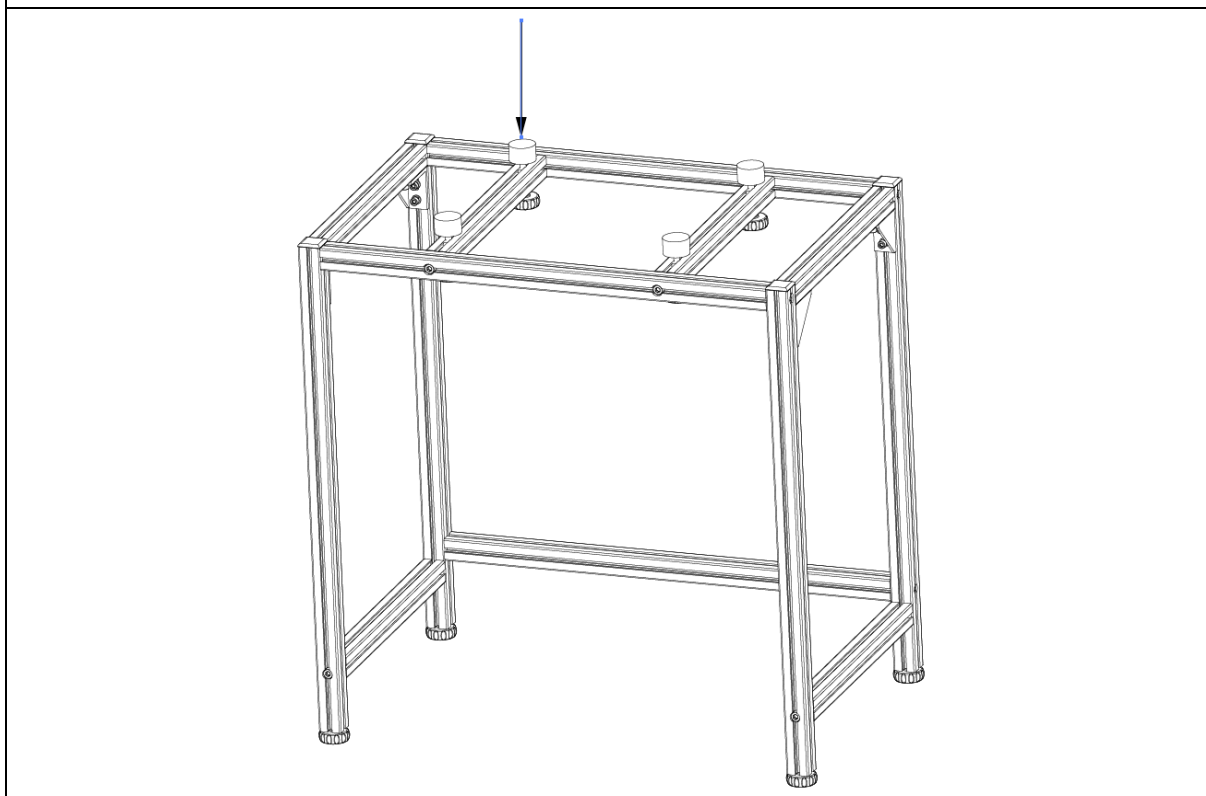

Fig. 4
6. Fixer les quatre blocs en caoutchouc comme montré dans fig. 4.